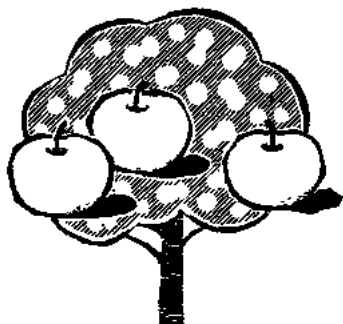

图 11
⑪ 萌蘖枝：植株的多年生枝上的隐芽，在正常情况下一般不萌发。如果上部剪去，其下部隐芽因受刺激便萌发抽生枝条（图 11），这种枝条叫做萌蘖枝。